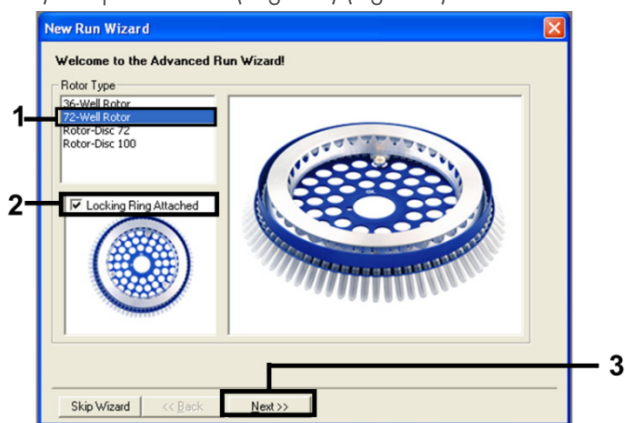

Figura 1. A caixa de diálogo "New Run Wizard" (Assistente de nova execução).
3. Selecione 72-Well Rotor (Rotor de 72 poços) como tipo de rotor. Certifique-se de que o anel de bloqueio está anexado e marque a caixa Locking Ring Attached (Anel de bloqueio anexado). Clique em Next (Seguinte) (Figura 1).